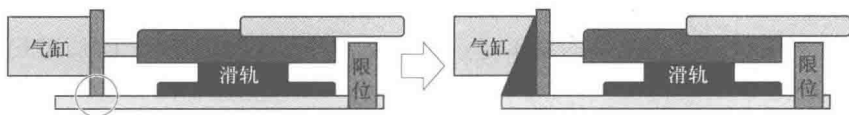

图 4-29 考虑动力的限位机构设计
3) 一个限位机构, 不是单纯考虑做得多粗壮, 还要兼顾动力的性质和大小。如图 4-29 所示, 即便限位没有问题, 但固定气缸的工件容易受力摇晃, 故需要设置加强筋。